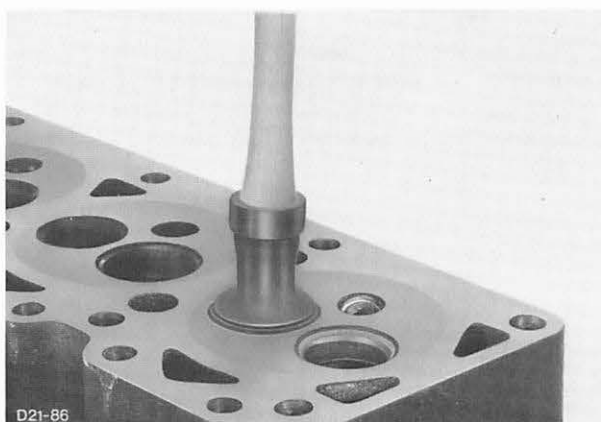

Abb. 247 Ventil im Zylinderkopf einschleifen, „A“-Motor
3. Ventil in Zylinderkopf einschleifen, Abb. 247. Ventil und Ventilsitz von Schleifpasteresten reinigen und einölen. Ventil einsetzen und Keilnuten mit Klebefolie abkleben.